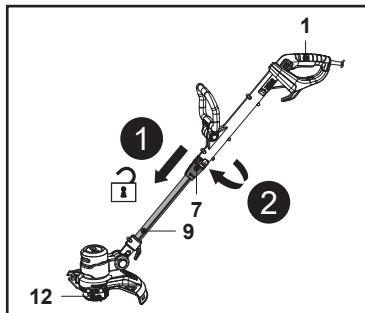

Fig. 6
- Deslize o botão de desbloqueio (7) para baixo e rode a pega principal (1) para a direita enquanto segura a haste inferior (9) para ajustar a cabeça do aparador (12) a um ângulo de 90° ou 180° (Fig. 6). Solte o botão de desbloqueio (7) e continue a girar a pega principal (1) até encaixar no devido lugar. Assegure-se de que o botão de desbloqueio (7) encaixa no devido lugar.